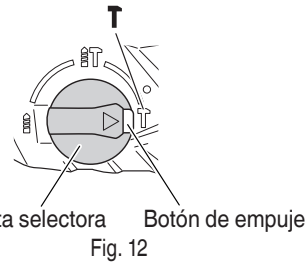

Fig. 12
Este martillo perforador podrá ajustarse al modo de percusión solamente presionando el pulsador y girando la palanca de cambio hasta la marca **T**. (Fig. 12)
- (3) Gire la palanca de cambio hasta la marca **T**. (Fig. 12)